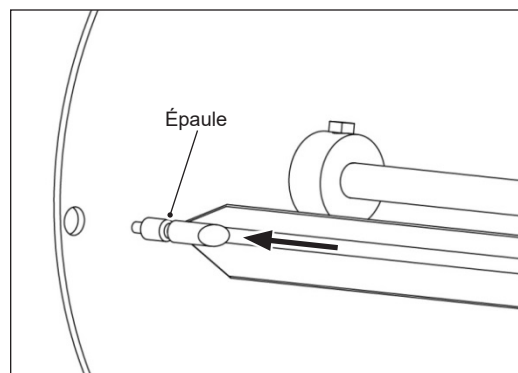

Figure 10
1. Tel qu'indiqué dans la Figure 10, insérez le bout en pointe de la brochette dans un des trous dans la plaque sur le côté gauche de la rôtissoire.